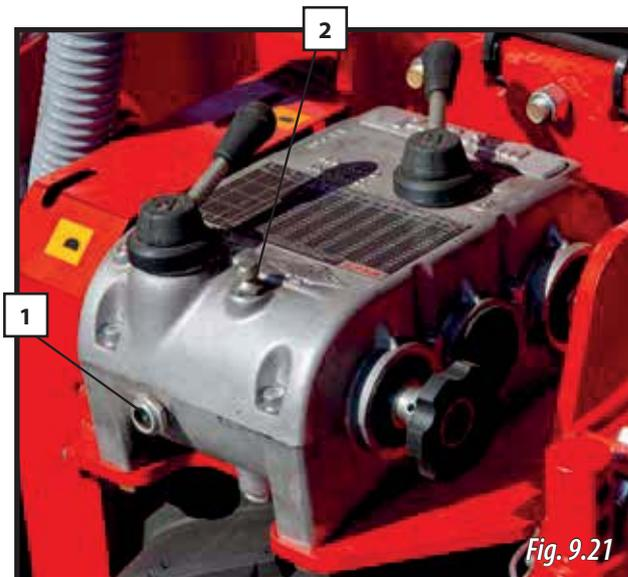

Fig. 9.21
Controlar periódicamente el nivel de aceite de la caja de cambios mediante la mirilla (1, Fig. 9.21).
- 1- Extraer el tapón (2, Fig. 9.21)
- 2- Llenar el depósito, controlar el nivel a través de la mirilla (1, Fig. 9.21)